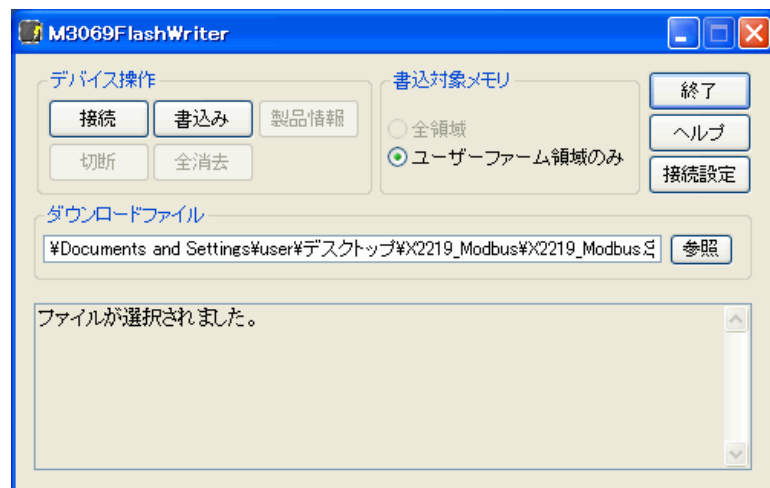

図 4 Modbus サーバー・ファームのダウンロード
5. [参照] ボタンを押し、製品付属 CD の「¥X2219_AdditionalFirm¥X2219_Modbus」フォルダ、または、ダウンロードファイルの解凍フォルダから「X2219_Modbus.S」ファイルを選択します(図 4)。